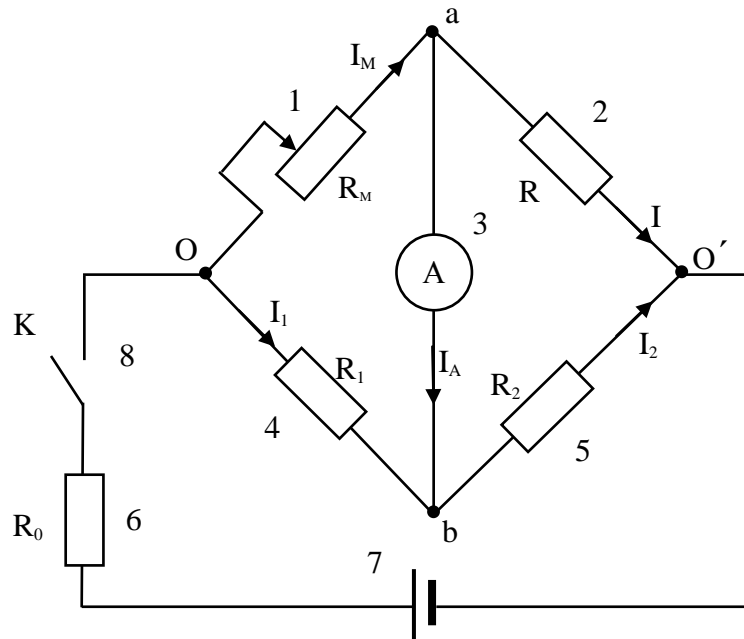

Рис. 10.2. $R_0=470 \text{ Ом}$, $R_1=100 \text{ Ом}$, $R_2=10 \text{ Ом}$
Наиболее точным является метод измерений с помощью моста постоянного тока. Измерительные мосты – это высокоточные приборы, предназначенные для измерения электрических сопротивлений, емкостей, индуктивностей и других параметров методом уравновешенных мостовых цепей. На рис. 10.2 представлена принципиальная схема простейшего моста Уитстона, который используется для измерения величин сопротивлений.
1. Соберите схему (см. рис. 10.2).